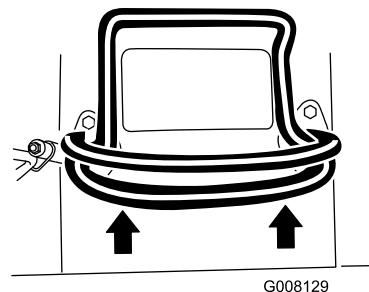
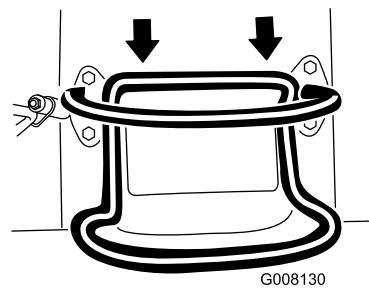

Рисунок 7
Рисунок 8
- Для того, чтобы начать движение вперед, переместите ручку управления тягой вперед (Рисунок 7).
- Для того, чтобы начать движение назад, переместите ручку управления тягой назад (Рисунок 8). **Начиная движение задним ходом, посмотрите назад и убедитесь в отсутствии препятствий, при этом держите обе руки на контрольной штанге** (Рисунок 7).